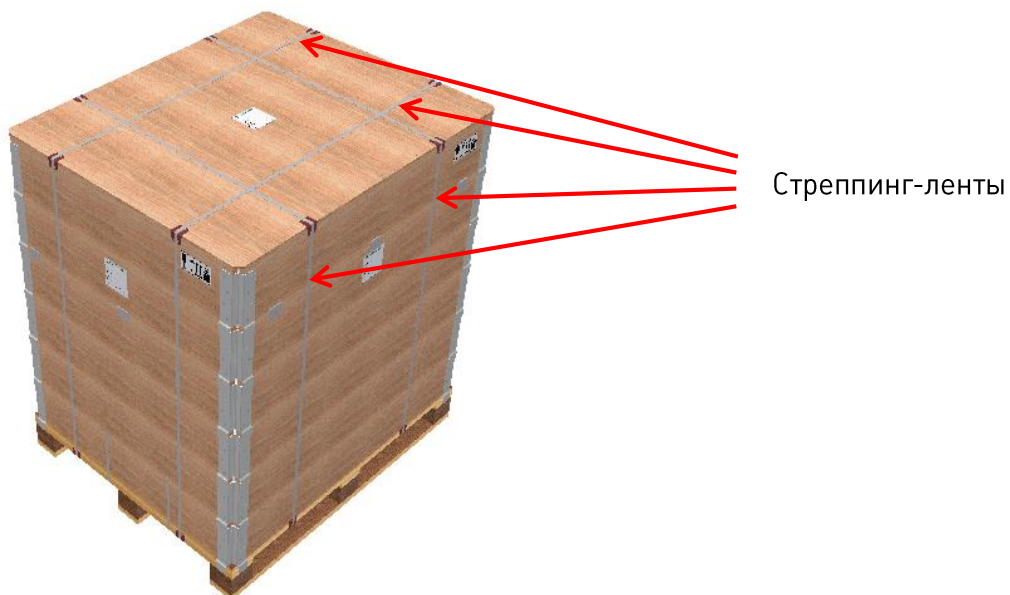

Рис.5.4. Внешний вид упаковки реклоузера
1. Разрезать стреппинг-ленты, стягивающие упаковку, см. **рис.5.4.**